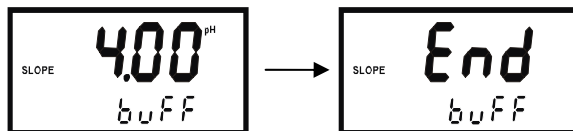

图 7-6
6、按下 CAL 键，仪表校准结束，跳转至测量状态，显示如图 7-6 所示。